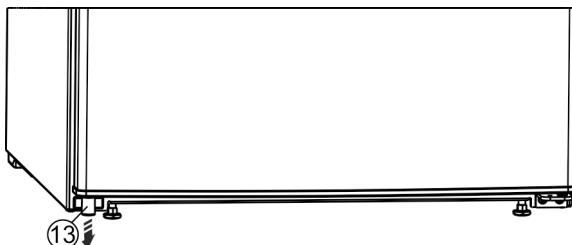

Fig. 13 *
- Извлеките из двери распорную деталь Fig. 13 (13) внизу слева.*